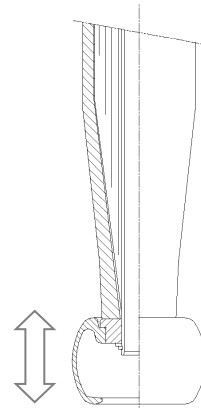

Fig. 17
- Deflettore smontabile verso l'alto: può essere spostato verso l'altro ma non rimosso (fig. 17)